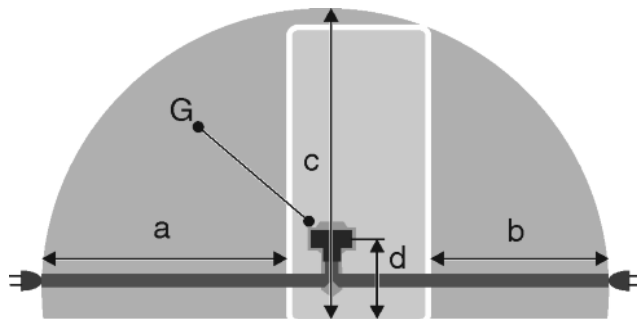

Fig. 24
- Розетка знаходиться за межами зони задньої стінки пристрою у заданому діапазоні Fig. 24 (a, b, c).
- ▶ Штекер пристрою Fig. 24 (G) вставити на задній стінці пристрою. Слід звернути увагу на належну фіксацію.